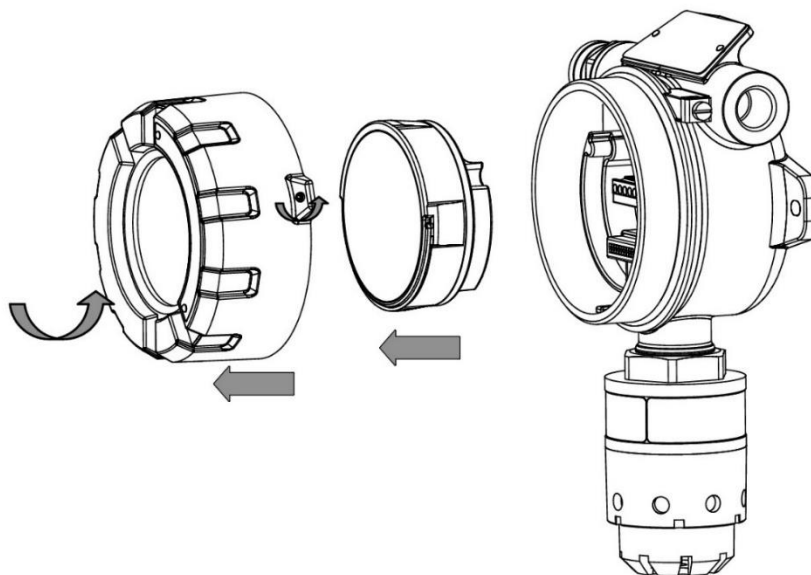

Рисунок 25 - Схема разбора газоанализатора
1) Открутить стопорный винт на верхней крышке газоанализатора (рисунок 25). Открутить крышку по резьбе руками, без использования дополнительных инструментов, проверить наличие уплотнительного кольца. Снять электронный модуль с разъемов, потянув его на себя за полукруглую ручку "дугу" (не делая вращательного движения). Во время проведения работ избегать попадания влаги в датчик.